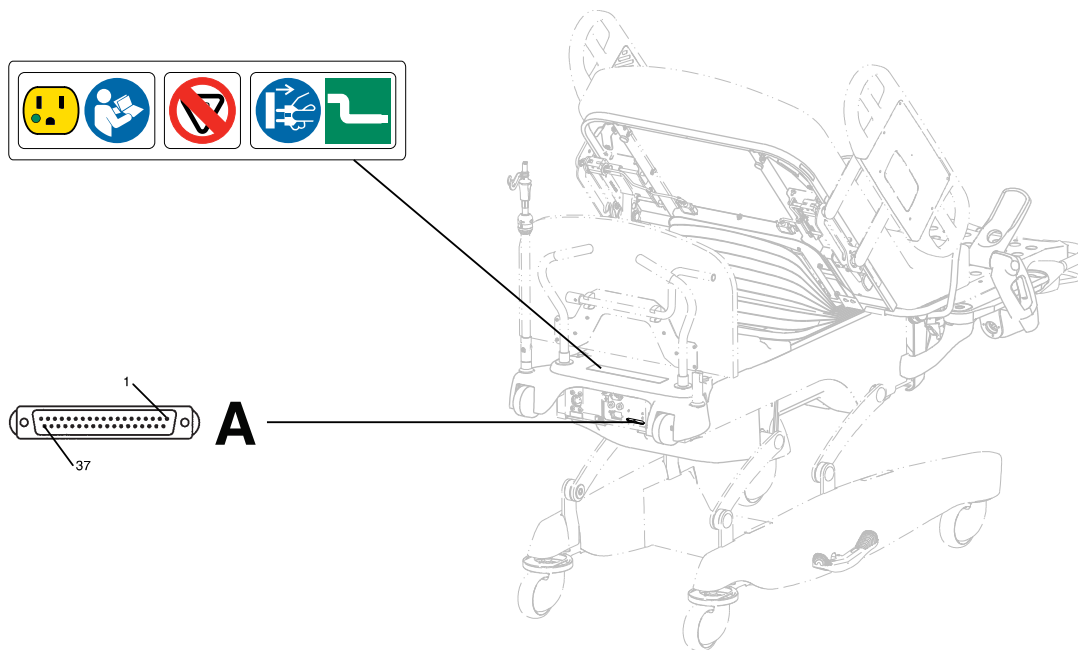

Figure 2-4 : Système d'appel infirmier et connecteur à 37 broches
1. Brancher le câble d'interface dans le connecteur à 37 broches du cadre du plan de couchage du côté tête du produit (A) (Figure 2-4 à la page 2-13) et dans la prise concernée (station de la patiente, mur situé à la tête du lit ou station d'accueil).
Remarque : Connecter uniquement le connecteur de 37 broches à la configuration de sortie du mur situé à la tête du lit (A) (Figure 2-4 à la page 2-13) ou au testeur de communication du produit (vendu séparément).